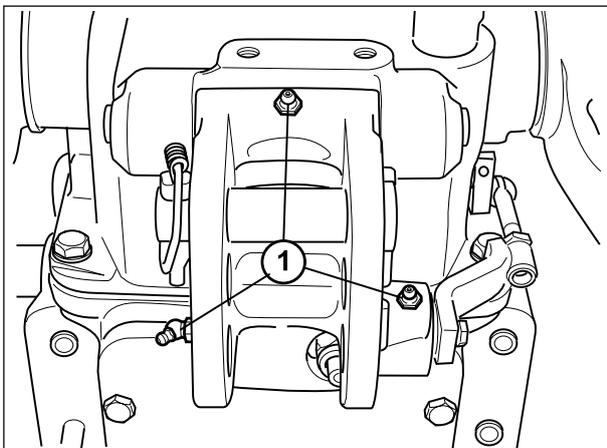

Fig.5-23A - Engate de três pontos para elevador mecânico: 3 copos de lubrificação do suporte oscilante (1).
- Engate de três pontos para elevador mecânico: 3 copos de lubrificação do suporte oscilante (1 - Fig.5-23A).